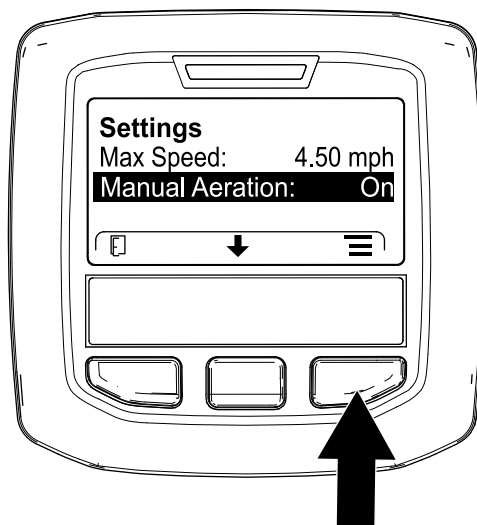

Figura 124
5. Apăsai butonul central InfoCenter până când este selectată opțiunea MANUAL AERATION (Aerare manuală) i apăsai butonul din dreapta (Figura 124) pentru a seta aerarea manuală la ON (Pornire).